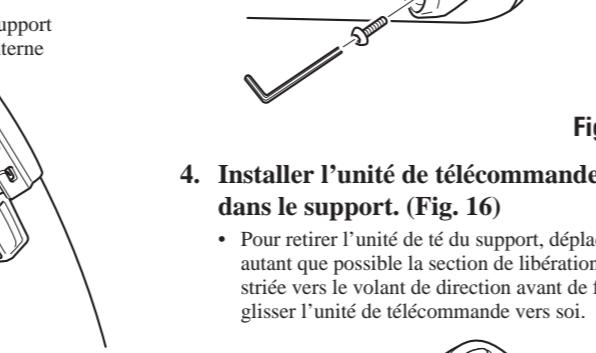

Fig. 13
1. Fixer le support interne à la circonference intérieure du volant de direction avec la courroie. (Fig. 13)